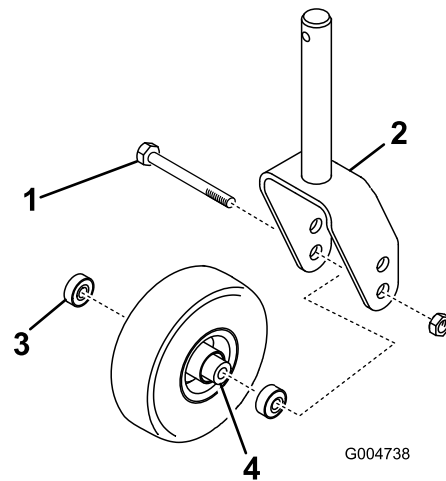

Figure 26
1. Enlevez le contre-écrou du boulon qui fixe la roue pivotante à la chape (Figure 26).
3. Enlevez le roulement du moyeu de la roue et laissez tomber la douille d'écartement à l'extérieur (Figure 26).